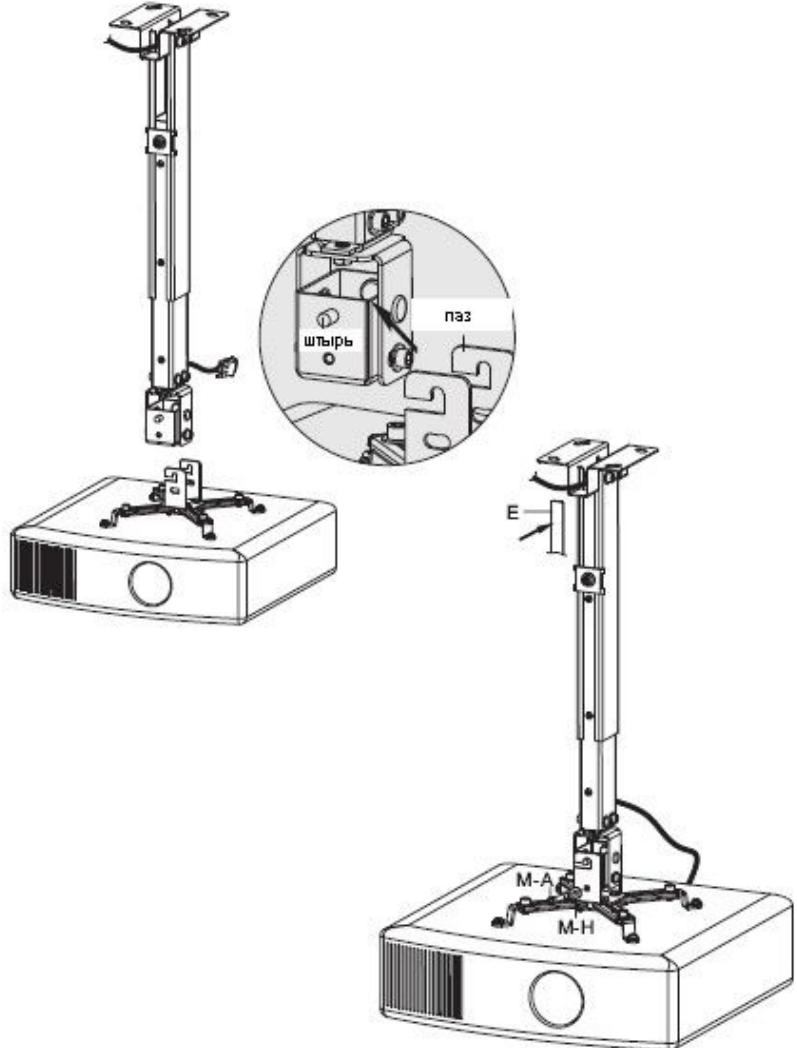

рис. 5.2
- Насадить пазы переходного кронштейна на штыри шарнирного кронштейна и закрепить двумя винтами (M-A) с двумя шайбами (M-H), как показано на рис. 5.2.
- Отрезать пластину закрытия кабеля на длину выступания наружного корпуса. Завести пластину закрытия кабеля в отверстие, как показано на рис. 5.2.